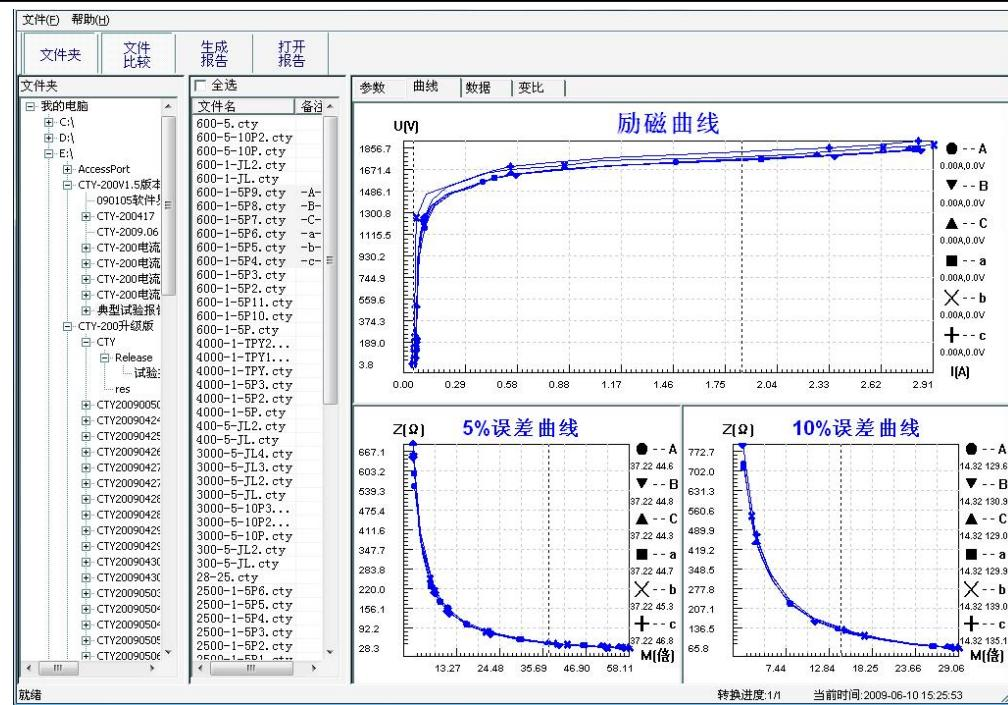

图 3.7 多个文件合并转换时曲线界面
- 选择文件: 按下**文件比较**, 用鼠标左键选择多个文件(鼠标右键取消选定), 选定的文件会在备注栏中标注 A、B、C、a、b、c 字母, 并在**曲线页**中显示多条曲线进行比较, 如图 3.7。